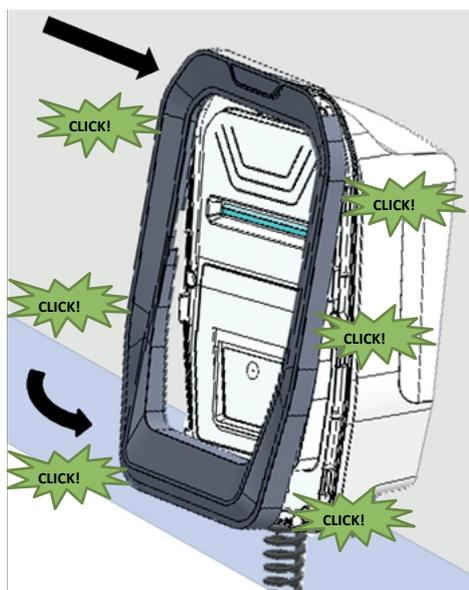

Figura 22: Cierre del equipo, Paso 2.
2.- Ponga el marco, desde la parte superior a la parte inferior de la caja, asegurándose de que haga clic en los seis puntos que se muestran en la **Figura 22**.